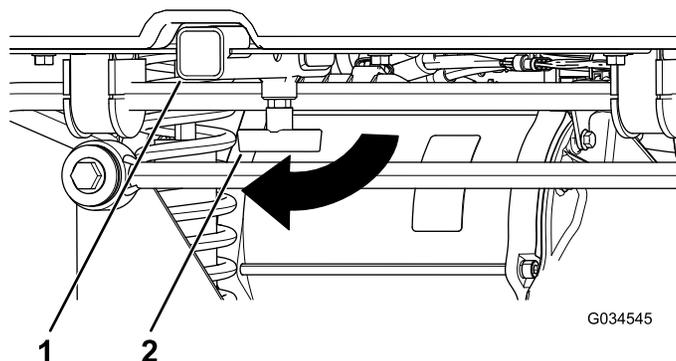

Figure 15
- Desserrez la poignée en « T » en la tournant dans le sens horaire (Figure 15).
- Insérez l'accessoire dans le récepteur jusqu'à ce qu'il arrive au bout du récepteur (Figure 15).